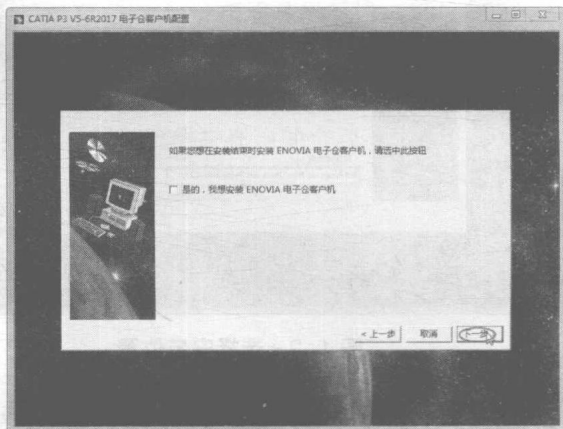

图 1-9 选择是否安装电子仓客户机
- 08 单击【下一步】按钮，选择是否安装电子仓客户机，如图 1-9 所示。